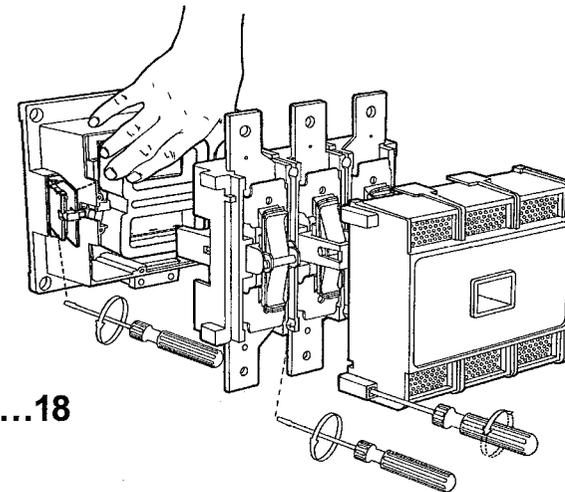

Fig. 2
- Byt spole enligt Fig. 2.
- Sostituire la bobina come da Fig. 2.
- Cambie la bobina según la Fig. 2.